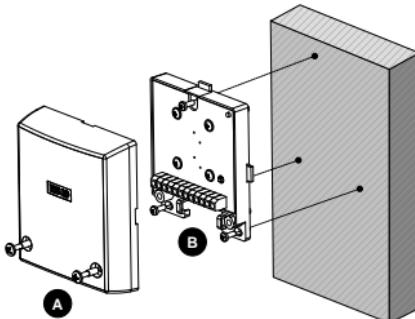

图1：安装探测器在金属表面
2. 拆除前盖固定螺丝并将其和底板分离, 如图1(A) / 2(B)。
直接安装在金属表面(如图. 1)
- c. 使用配送的固定螺丝将探测器固定, 如图1(B)。
- 8) 将前盖装回并锁紧前盖固定螺丝；如图1(A) / 2(B)。